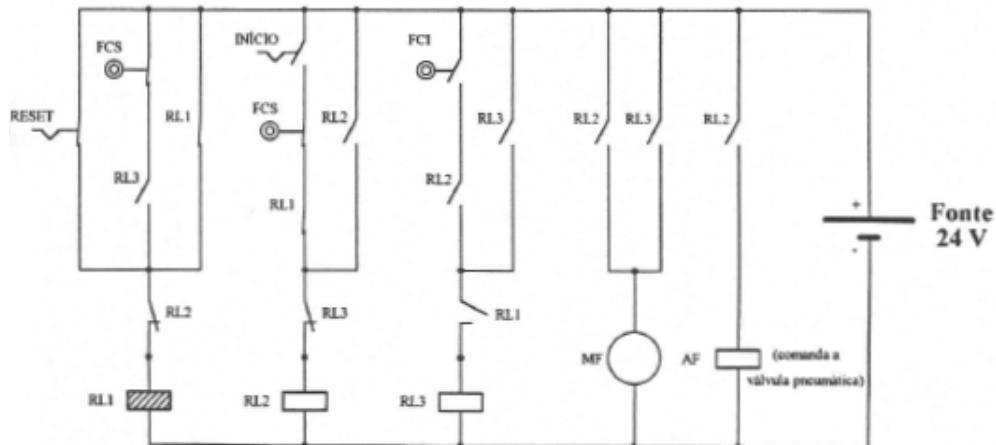

Figura 14: Relé 1 acionado apóis pressionamento de RESET.
(AF) são desacionados, reestabelecendo a situação de repouso. O *Círculo de Controle* permanece, então, à espera de um novo *Comando de Início de Furacão* (chave INÍCIO), como ilustrado na figura 14, na página 12-11).